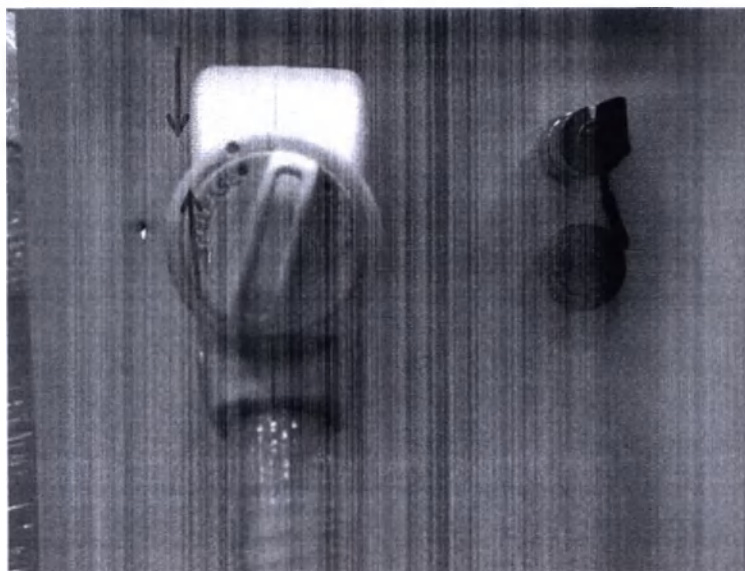

Рис.8.4 – Совмещение меток на воротке и разъеме манипулы
8.2.1. Для подключения манипулы к Прибору совместите метку на воротке разъема манипулы в положении «Release» с меткой на разъеме манипулы как показано на рис.8.4.